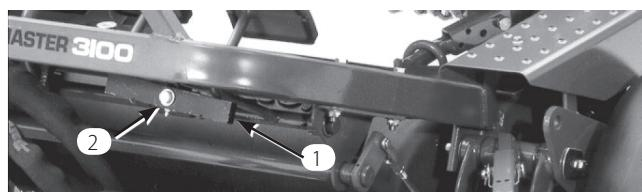

図 47
(図47)
2. 偏芯ネジ（図47）を回してピボット・スプリングを上下させて調整する。